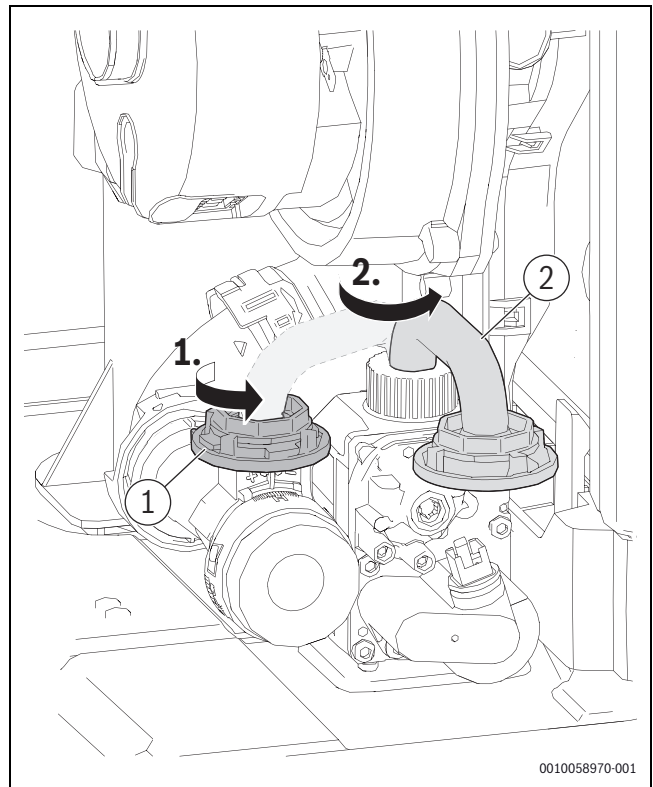

Bild 81 Verriegelung der Einstelldüse öffnen
- ▶ Um das kleine Gasrohr [2] wieder anzuschließen, Gasrohr nach links bewegen und Verriegelung der Einstelldüse [1] schließen (→Bild 81, Seite 66).